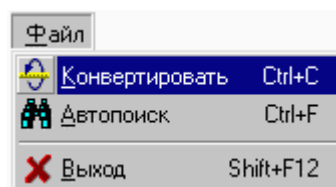

Рис. 4.43. Запуск программы на преобразование
4. нажать кнопку «Конвертировать» или выбрать и выделить пункт главного меню «Файл \ Конвертировать» (рис.4.43).